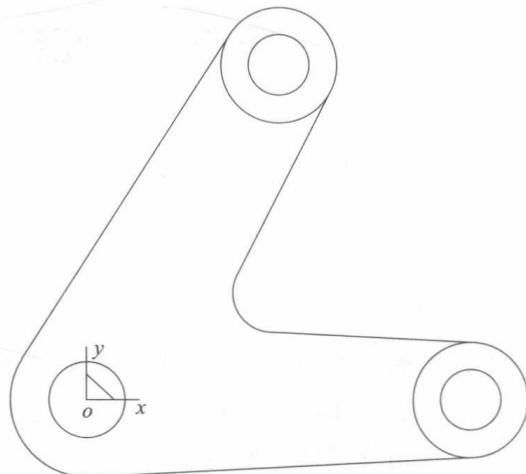

图 1-9 连杆平面图
- (4) 在“常用”选项卡下, 单击“剪裁”图标 → 单击剪裁多余线 → 回车结束。
- (5) 在“曲线”选项卡下, 单击“圆弧过渡”图标 → “圆弧过渡” → 输入“半径”10 → 输入“精度”0.01 → “裁剪曲线 1”→“裁剪曲线 2”, 分别拾取两条裁剪曲线 → 右击结束, 结果如图 1-9 所示。